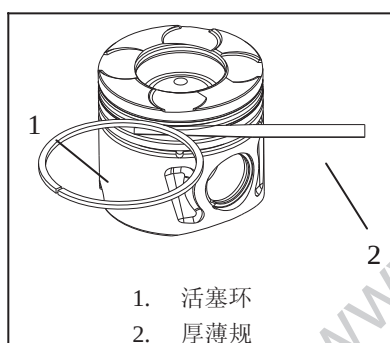

图 5-5
2、活塞环槽间隙: 在检查前, 活塞环槽必须加以清洁。将新的活塞环装进活塞环槽内, 用塞尺测量环与环槽间的间隙, 如图 5-5 所示。若间隙超差, 需更换活塞。